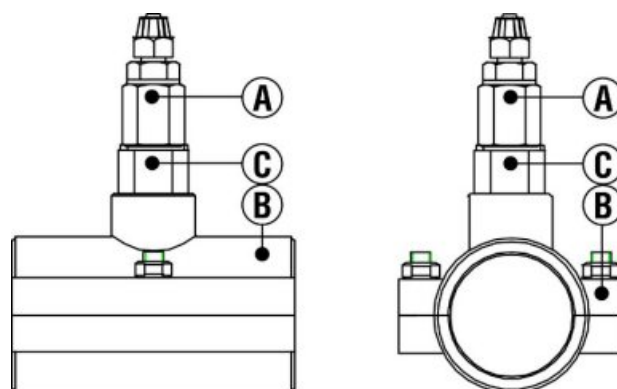

Рис. 6А
3.2. СХЕМА УСТАНОВКИ ДАТЧИКА pH(RX) (Рис. 6В)